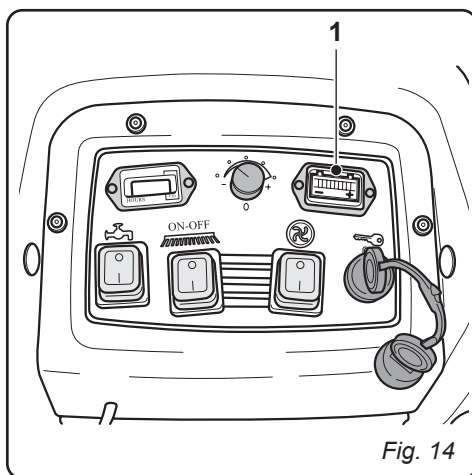

Fig. 14
8.1.g - Lista de alarmes (Fig. 14)